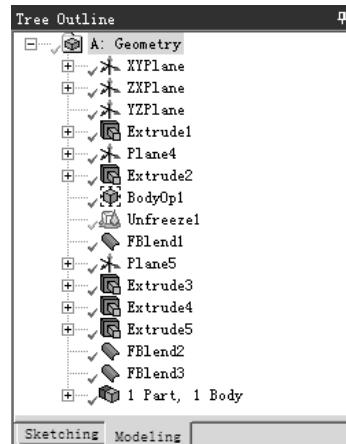

图 3.1.8 “Tree Outline”对话框
- ◆ 打开 Modeling 选项卡，弹出图 3.1.8 所示的“Tree Outline”对话框，在该对话框中显示三维实体几何模型的创建步骤及所使用的创建工具等信息。